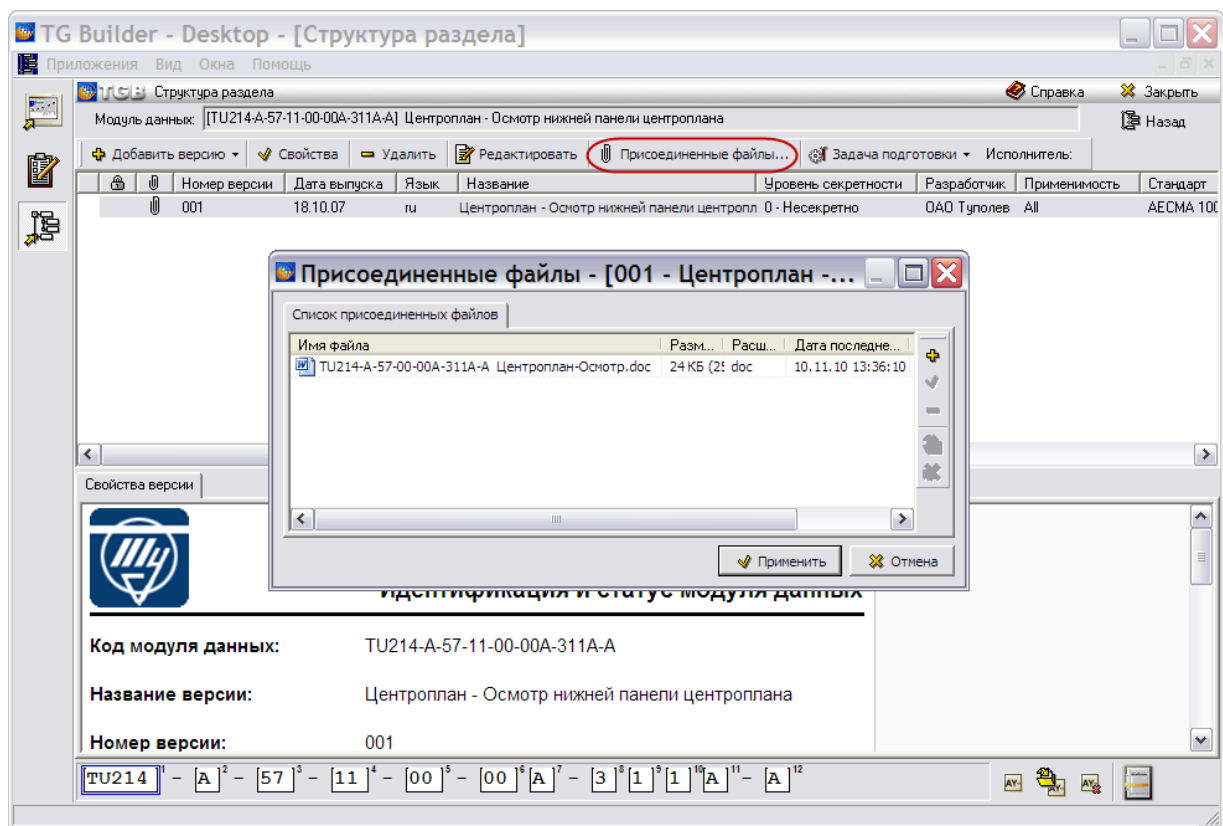
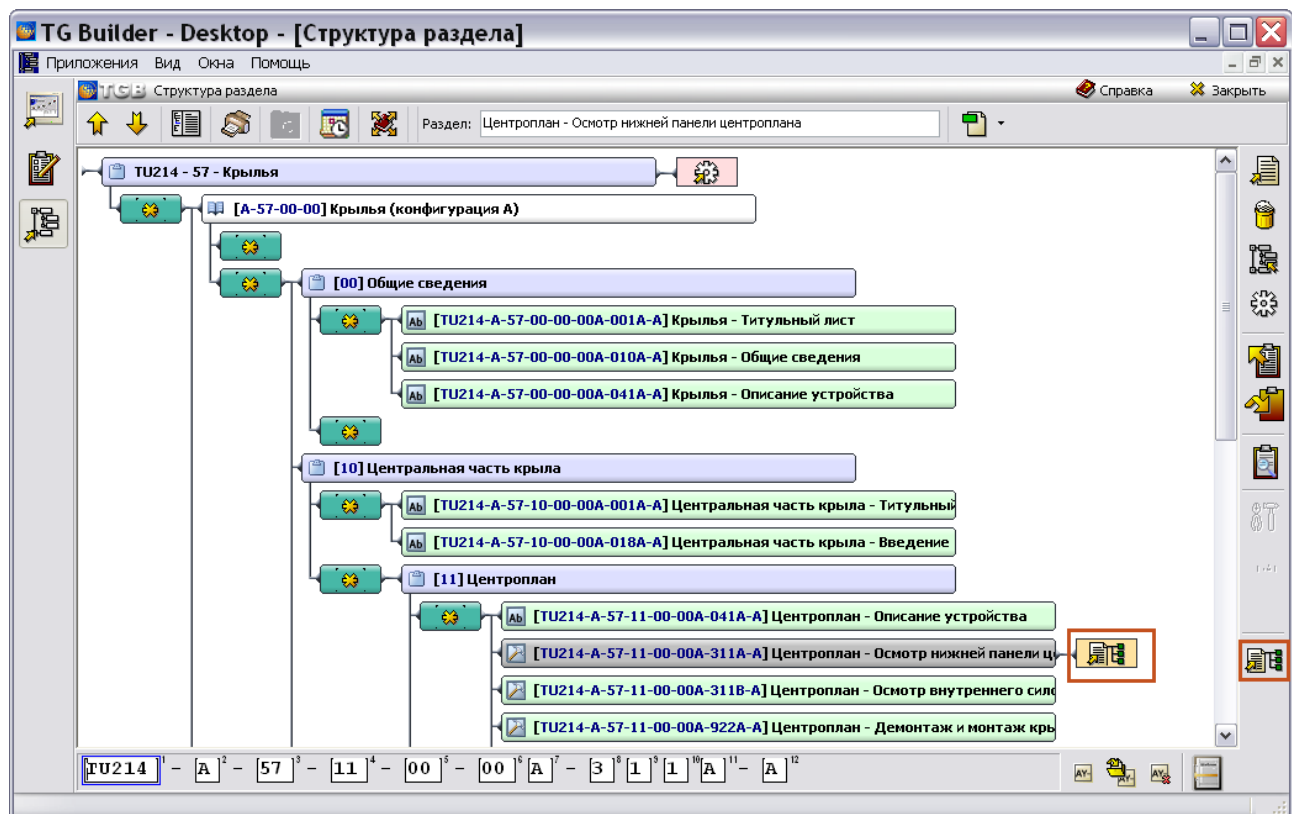

Рис. 24.4. Присоединение файлов
Рис. 24.5. Присоединенные файлы
3. При необходимости присоедините к «заготовкам» версий модулей данных файлы с исходными материалами (Рис. 24.4, Рис. 24.5).